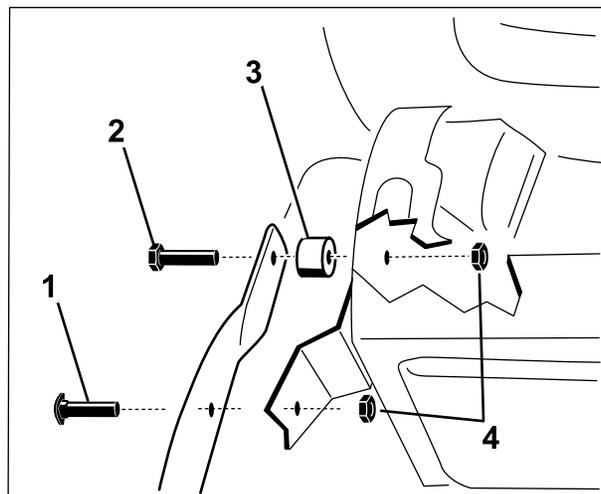

Figure 4
2. Fixez le guidon au carter de la machine (Figure 4) au moyen de 4 boulons, 4 contre-écrous et 2 rondelles pris dans le sachet de pièces détachées.